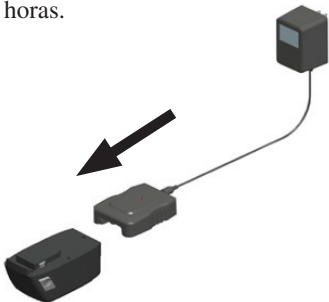

Figura 3 - Deslizándolo el cargador sobre la batería
3. Deslice el cargador en el paquete de baterías como se muestra en la figura 3. Deje que el paquete de baterías se cargue hasta que el LED rojo se apague. Luego de la carga inicial, bajo uso normal, su paquete de baterías debería estar completamente cargado de 3 a 9 horas.